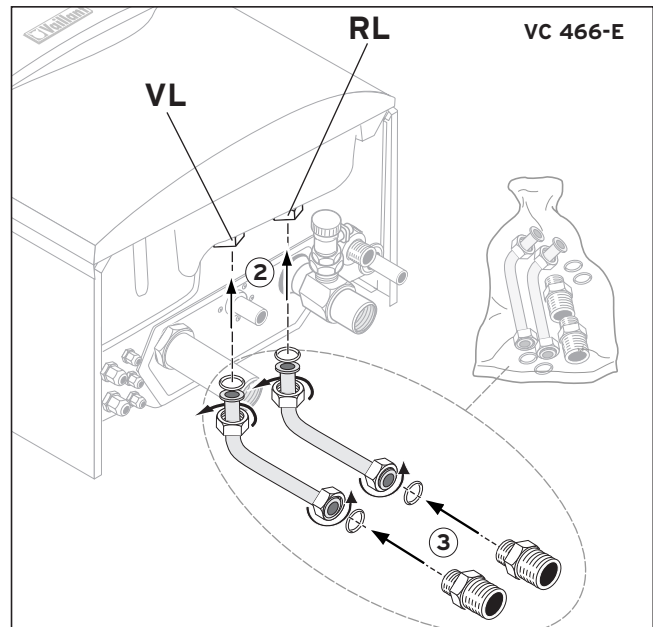

Fig. 3: Monter beholdertilslutningsrørene og reduktionsstykkerne
- Monter de to beholdertilslutningsrør (frem- og returløb) med tilhørende pakninger (Fig. 3).
- Monter et reduktionsstykke med pakninger (R 3/4 - R1) på beholderfrem- og returløbet (Fig. 3).
Posen i Fig. 3 er indeholdt i kedlens tilbehørspakke.
- Monter de to korrugerede rør med Rp 1" omløbermøtrikker på beholderfrem- og returløbet på kedlen (se Fig. 3, side 4).